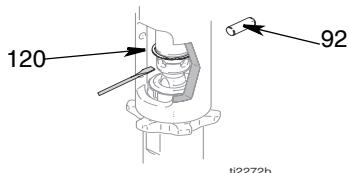
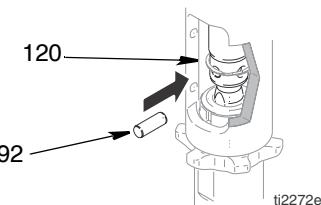

Рис. 8
Рис. 11
4. (Рис. 8) Вытолкните стопорное кольцо (120) вверх. Вытолкните наружу штифт (92).
2. (Рис. 11) Медленно тяните за стартовый трос двигателя до тех пор, пока отверстие под штифт для штока поршневого насоса не совместится с отверстием гидравлического штока. Рис. 8. Забейте штифт (92) в отверстие. Вдавите стопорную пружину (120) в канавку.